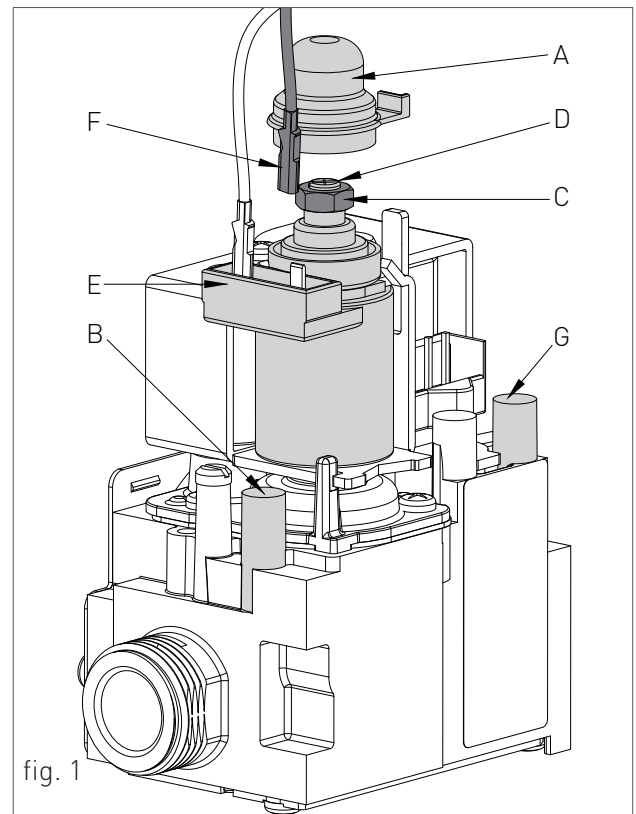

fig. 1
- > allentare la vite nella presa di pressione uscita gas 'B' (fig. 1) e inserire il manometro.
- > in caso contrario togliere il tappo 'A' (fig.1) e agire con una chiave aperta da 10 sul dado 'C' (fig.1) ruotandolo fino a che il manometro non segni la pressione corretta.
- > Togliere il tappo 'A' (fig.1) dal modulatore e controllare che il dado 'C' (fig.1) sia completamente avvitato.
- > scollegare uno dei due fastom 'F' (fig.1) di alimentazione sul modulatore 'E' (fig.1) e verificare che la pressione
- > in caso contrario, mantenendo bloccato il dado 'C' con una chiave aperta da 10, agire con un cacciavite a taglio sulla vite 'D' (fig.1) ruotandola fino a che il manometro non segni la pressione corretta.
- > ricollegare il fastom di alimentazione sul modulatore 'E' (fig.1);
- > rimontare il tappo 'A' (fig.1) sul modulatore nella posizione originale per il corretto funzionamento.